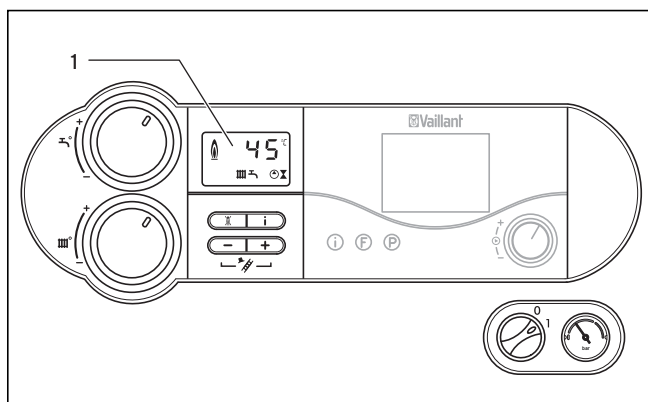

Fig. 4.3 Écran du système DIA
Votre chaudière à gaz est équipée d'un système numérique d'information et d'analyse (système DIA). Ce système vous fournit des informations à propos de l'état de service de votre chaudière et vous aide, le cas échéant, lors de la suppression d'anomalies. Durant le fonctionnement normal de la chaudière, la température actuelle de départ du chauffage est affichée sur l'écran (1) du système DIA (45°C dans l'exemple de la fig. 4.3). En présence d'anomalies, l'affichage de la température est remplacé par le code erreur correspondant.